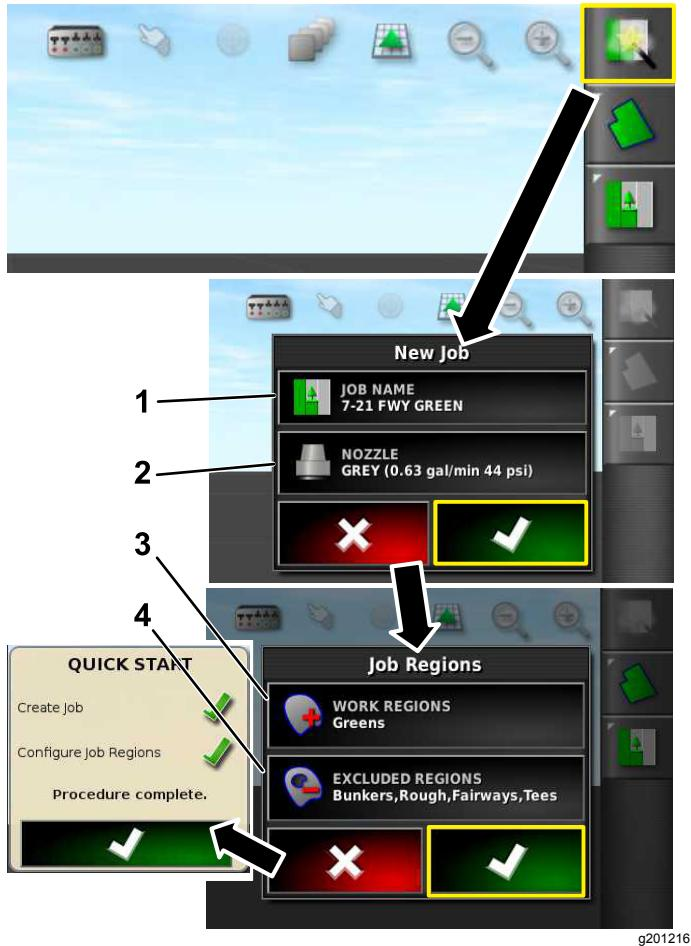

図 8
2. 作業名を入力する図 8。
4. これから散布するエリアフェアウェイ、グリーン、ティーなどを選ぶ図 8。
5. 敷除外エリアバンカー、樹林帯、ハザードなどを選ぶ図 8。